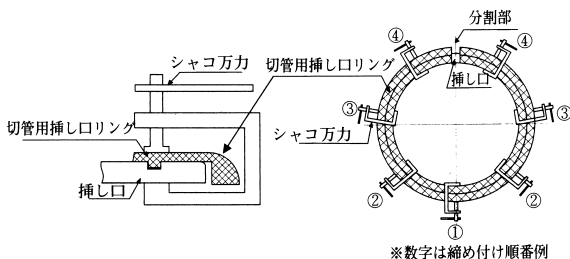

図62 切管用挿しロリングの締め付け
- ②シャコ万力を用いて、図62のように切管用挿しロリングの分割部の反対側から順次締め付ける。